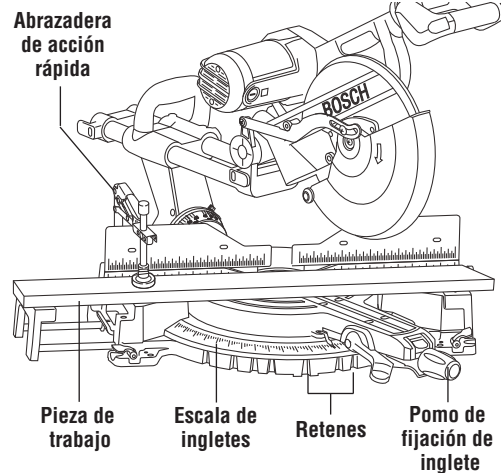

Figura 32. Corte a inglete
1. Afloje el pomo de fijación del inglete. Suba el gatillo del retén de inglete y mueva la sierra al ángulo deseado, utilizando ya sea los retenes o la escala de ingletes. Apriete el pomo de fijación de inglete (Figura 32).